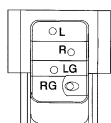

Figure 2
2. Use needle-nose pliers to connect the colored wires from the tonearm headshell to the corresponding pins on the cartridge. See Table 1 and Figure 2.
2. Mit einer Nadelzange wie in Tabelle 1 angeführt die Drähte vom Tonarmkopf an den Stiften auf dem Tonabnehmer anschließen. **Siehe Abbildung 2.**